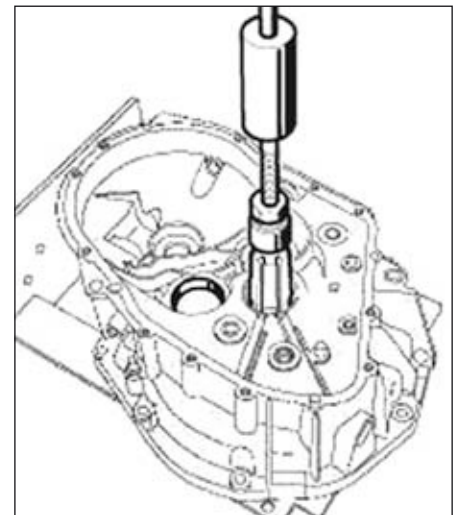

FIG.45
- Déposer les cuvettes de roulement à l'aide d'un extracteur à inertie de diamètre 42 mm (Fig.45).